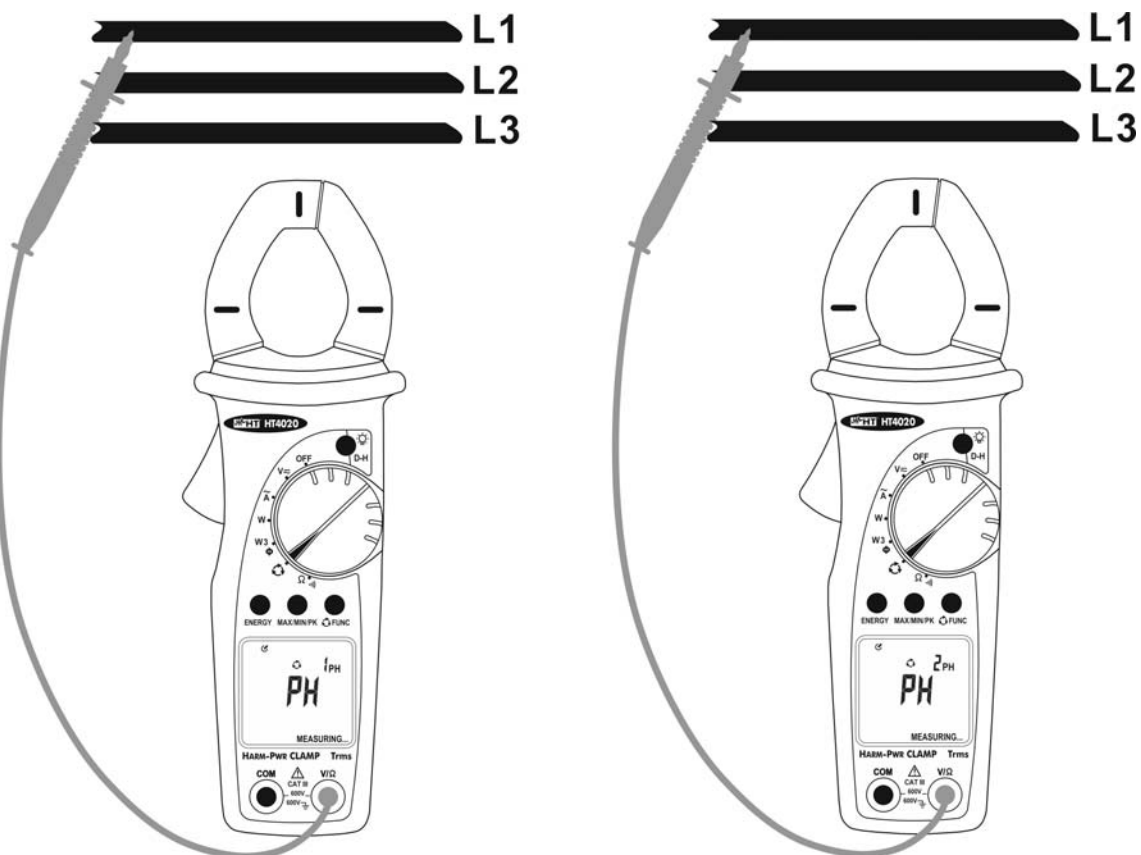

Fig. 14 : Détection de la concordance de phase à 1 terminal
3. Connecter l'embout rouge à la phase L1 de le premier système triphasé (voir Fig. 14 – partie gauche). Autrement, utiliser le pratique capuchon en caoutchouc pour loger l'embout rouge
5. Au bout d'une seconde environ, l'instrument affiche le symbole « **MEASURING** » pour indiquer qu'il est prêt à effectuer la première mesure (voir Fig. 14 – partie gauche)
8. Positionner l'embout de la phase L1 de le deuxième système triphasé (voir Fig. 14 – partie droite)